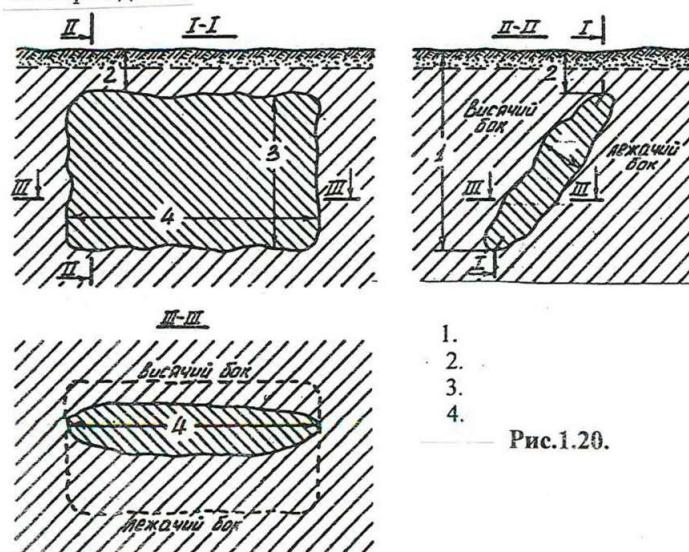

Рис. 1.20.
6. На рис. 1.20 изображены три типовых разреза месторождения. Укажите на вертикальном разрезе по простирианию (продольной проекции на вертикальную плоскость) длину месторождения.